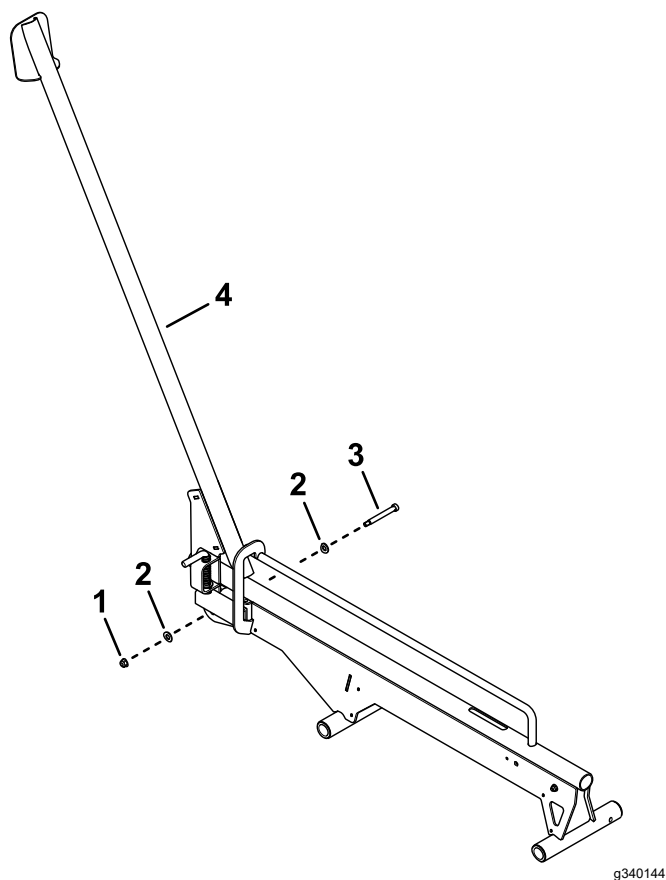

Figura 6
8. Utilizzate un dado flangiato (5/16"), 2 rondelle e un bullone di spallamento per fissare il gruppo rampa al gruppo guida (Figura 6).